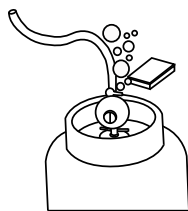

Fig. 15
- Após a instalação, verificar se há vazamento de gás, colocando espuma de sabão ou detergente líquido, em todas as conexões que forem feitas. Se houver formação de pequenas bolhas, refazer a operação ou consultar o Serviço Autorizado (fig. 15).